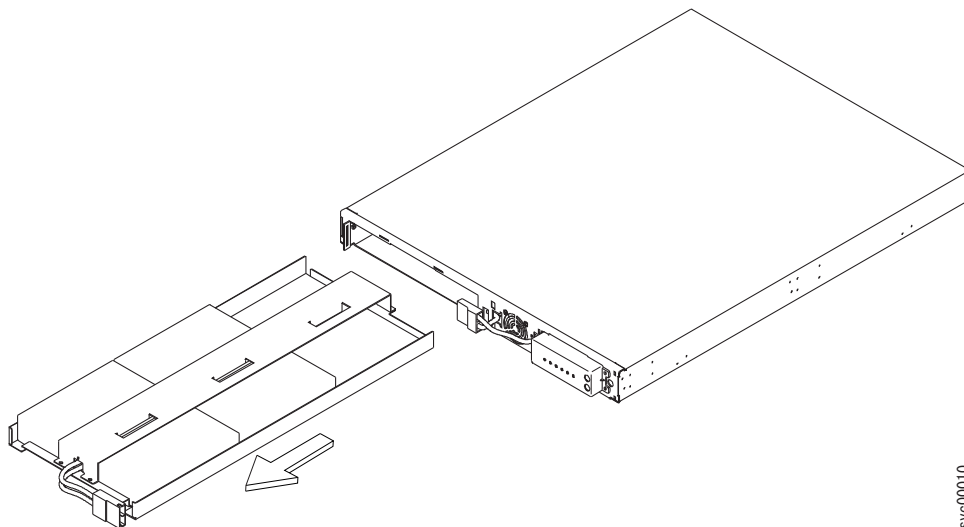

図 333. 2145 UPS-1U バッテリーの取り外し
5. 361 ページの図 333 に示すように、バッテリーをスライドさせて 2145 UPS-1U から取り外し、平らな面に置きます。